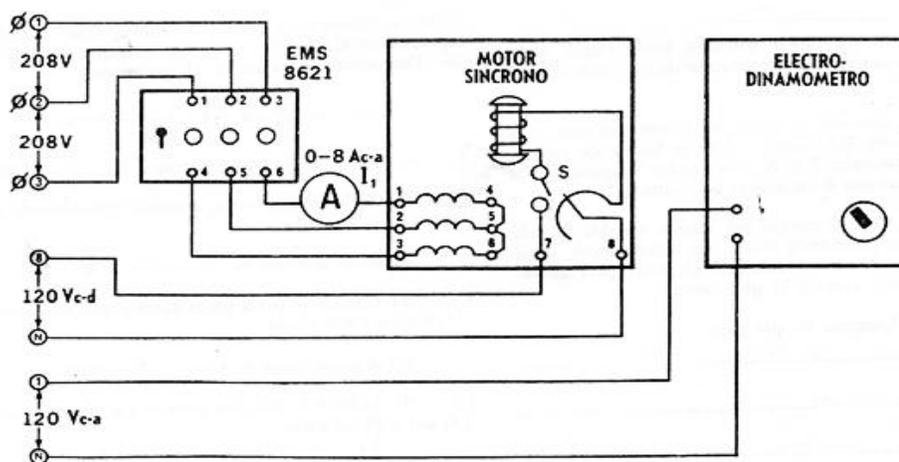

Figura 8-2.
11. Conecte el circuito que aparece en la **Figura 8-2**, con los **Módulos EMS del electrodinamómetro** y el interruptor de sincronización. Acople el motor al electrodinamómetro por medio de la banda.